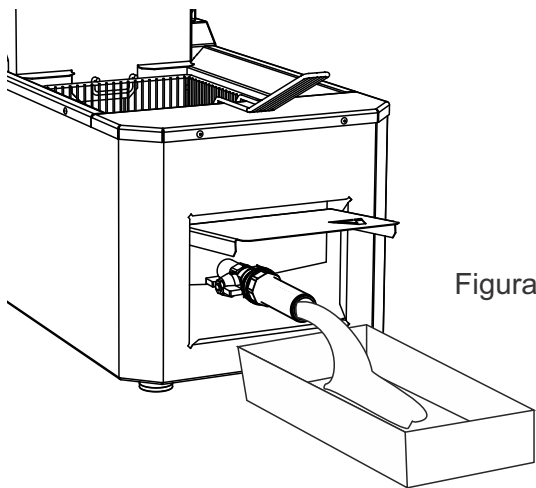

Figura 1
- 3 - Esvazie o fritador abrindo a válvula localizada na parte frontal do equipamento, girando-a no sentido ANTI-HORÁRIO. Retire todo o óleo contido no interior, utilizando um recipiente abaixo da válvula (Figura 1);